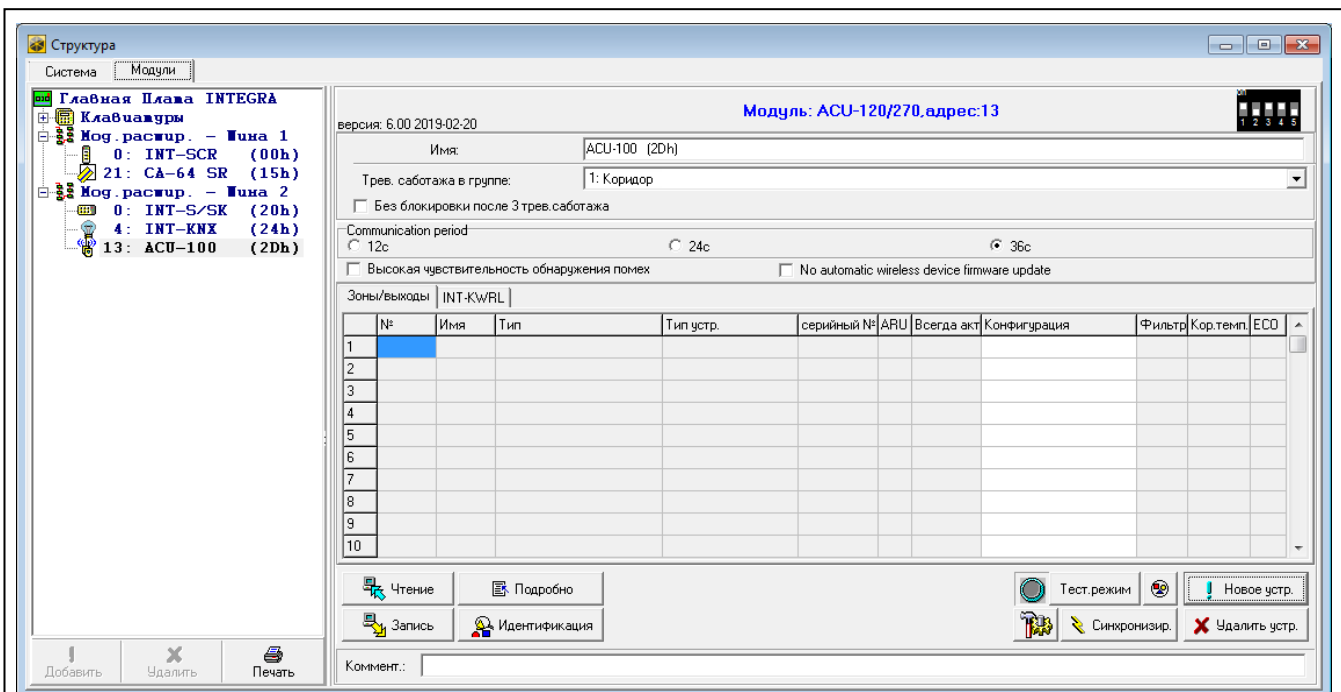

Рис. 10. Программа DLOADX: параметры и опции контроллера, подключенного к прибору INTEGRA / INTEGRA Plus.
- программа DLOADX: окно "Структура" →закладка "Модули" →ветка "Модули расширения" →[название контроллера] (рис. 10).